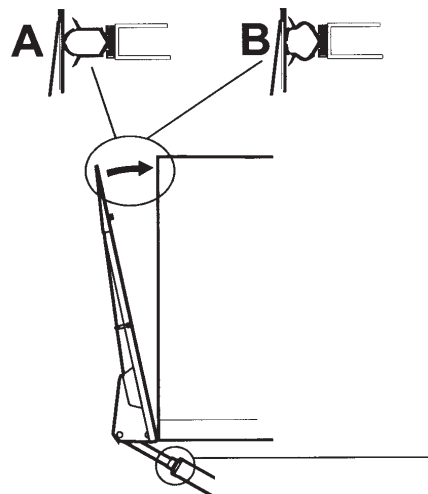

Bild 39. Justering av anliggning mot påbyggnad
4. Vrid justerhylsan så att plattformen går precis mot tätningen på påbyggnationen. Bild 39.
9. Justera båda cylindrarna växelvis så att plattformn går mot påbyggnationen, se Bild 39 (B).